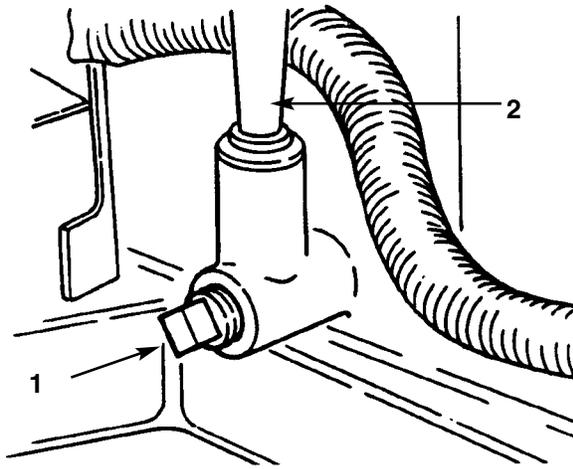

Bild 33
4. Eine Ölwanne unter Ölmeßstab/Füllrohr stellen und die Ablassschraube entfernen (Bild 33).